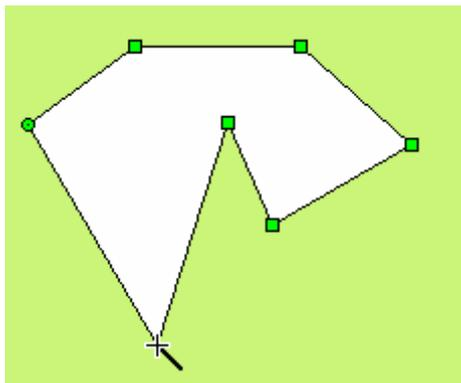

图 4-40 多边形操作
- 把鼠标移到画面中的其他位置，此时系统会自动绘制出直线，移动鼠标到其他合适位置，每单击一次左键就可绘制出多边形的一边，右键可以完成多边形的绘制。如图 4-40 所示：